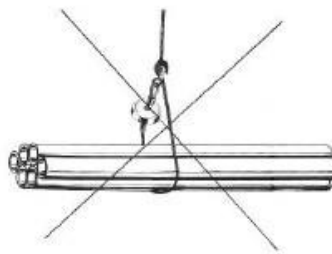

Fig.2
7. Este interzisă asigurarea incarcaturii folosind cablul de ridicare (Fig. 2).